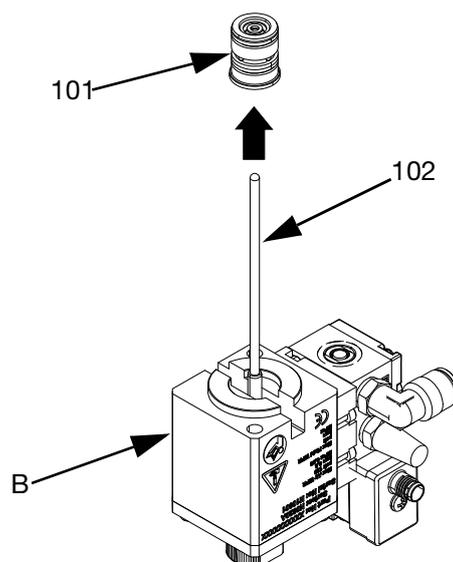

ABB. 13
1. Den Dichtungssatz (101) entfernen, indem er von der Stangenbaugruppe abgeschoben wird.
2. Überprüfen Sie die Stangenbaugruppe (102), die Düse und den Schaft auf Rillen oder Lochfraß. Tauschen Sie die Stangenbaugruppe aus, falls sie abgenutzt ist. Siehe **ABB. 13**, Seite 21.